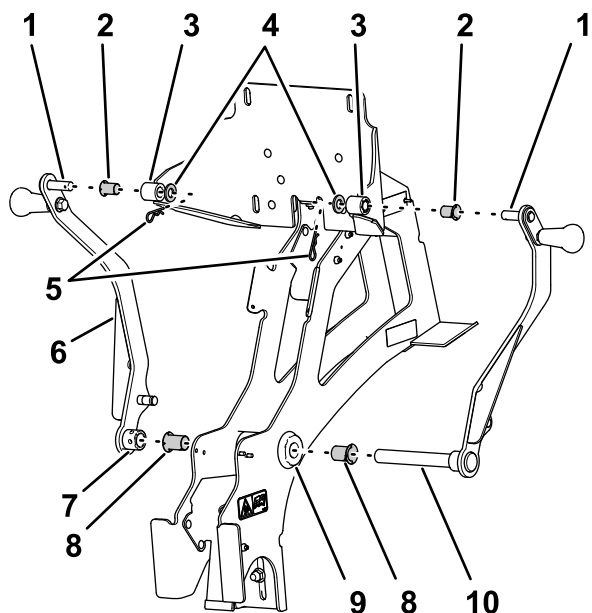

Figura 16
1. Introduceți o bucă cu flană (diametru interior 3/4 inch) în fiecare capăt al tubului pivotului din cadrul suport principal (Figura 16).
- Introduceți o bucă cu flană (diametru interior 1/2 inch) în butucii stânga și dreapta ai plăcii spate (Figura 16).
- Asamblați fusul de basculare inferior al braului de susținere drept prin buca cu flană din partea dreaptă a tubului pivot și pivotului (Figura 16).
- Asamblați fusul de basculare superior al braului de susținere drept prin butucul din dreapta al plăcii spate (Figura 16).
- Fixați fusul de basculare superior pe placa posterioară cu o aibă (1/2 inch) și un tift în formă de agrafă (Figura 16).
- Asamblați butucul braului de susținere stâng peste capătul fusului de basculare superior inferior al braului de susținere drept care iese în afară în stânga bucei cu flană stânga în tubul pivot (Figura 16).
- Asamblați fusul de basculare superior al braului de susținere stâng prin butucul din stânga al plăcii spate (Figura 16).
- Fixați fusul de basculare superior al braului de susținere stâng de placa posterioară, cu o aibă (1/2 inch) și un tift în formă de agrafă (Figura 16).